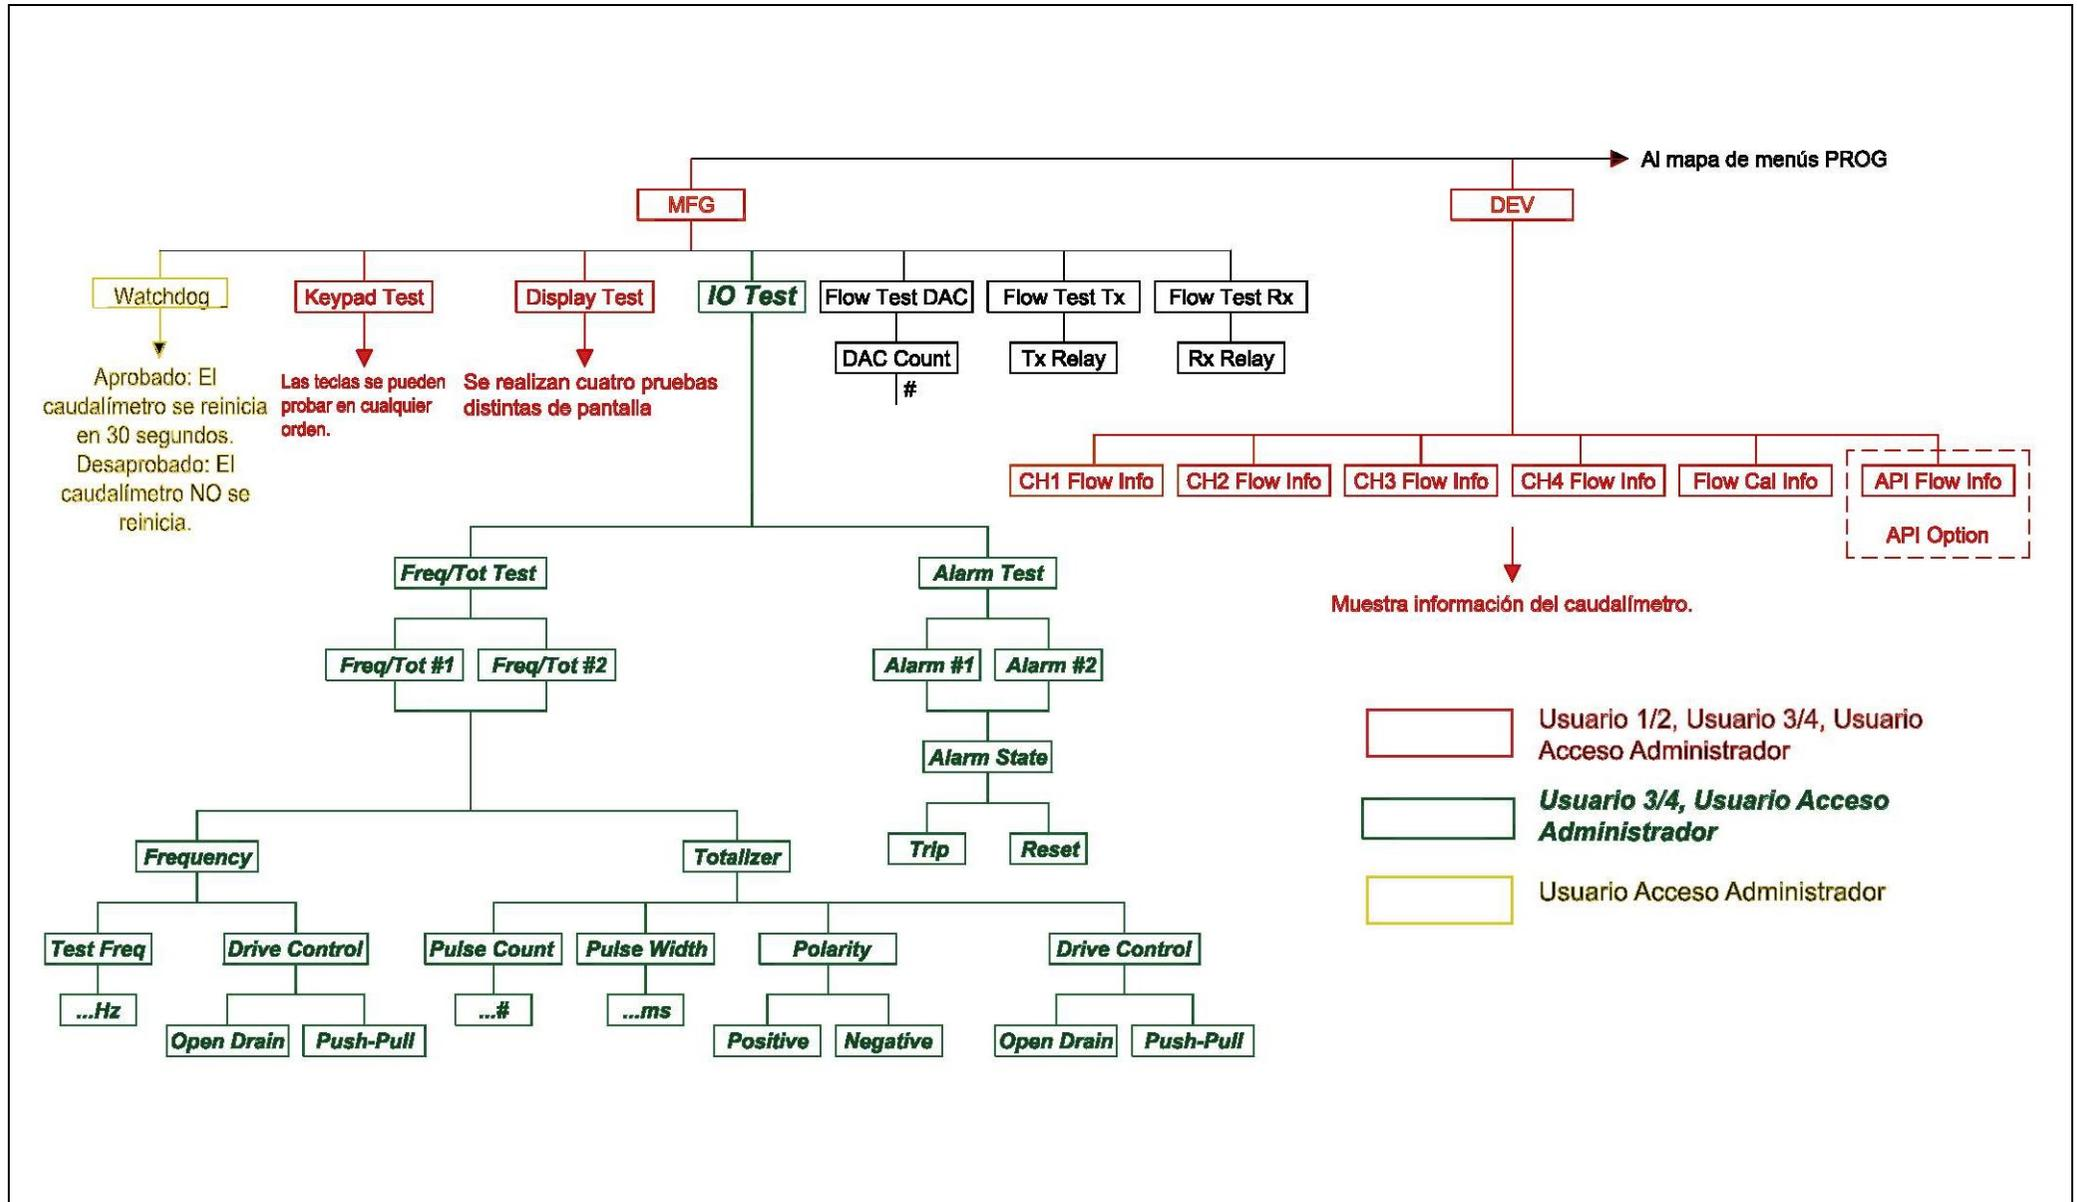

Figura 65: Mapa de menús MFG y DEV
- Figura 65, “Mapa de menús MFG y DEV,” en la página 127